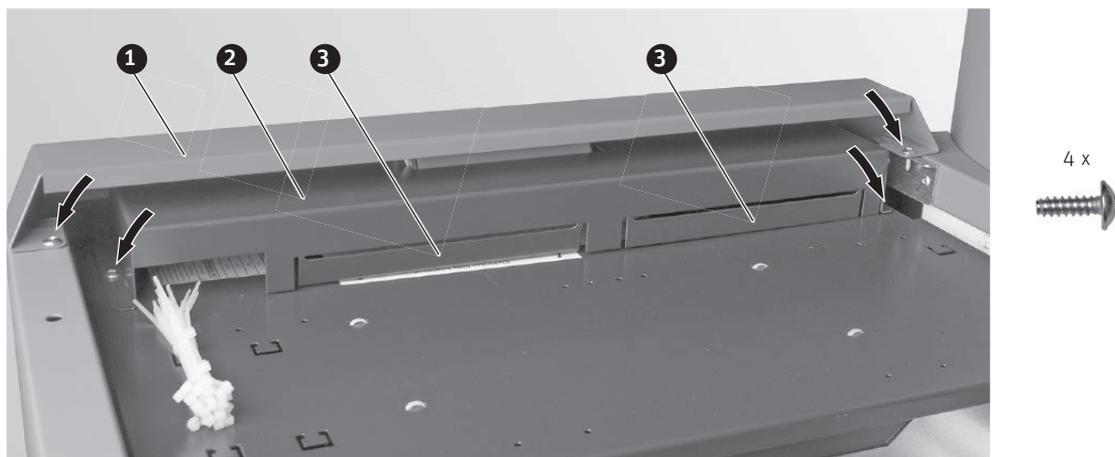

Fig. 132 Applicare la copertura e il pannello di comando e avvitarli
- Nella copertura per i morsetti di collegamento, piegare i passacavo verso l'interno e fissare la copertura con 2 viti autofilettanti – Fig. 132.
- Applicare il pannello di comando e fissarlo con 2 viti autofilettanti – Fig. 132.